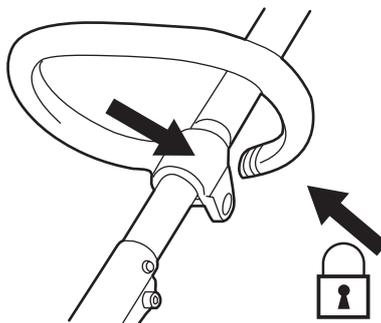

Fig. 1b
- 2). Placez la poignée auxiliaire (14) sur la partie supérieure du tube (16) et fixez-la avec le boulon (15b) et l'écrou papillon (15a) (fig. 1b).